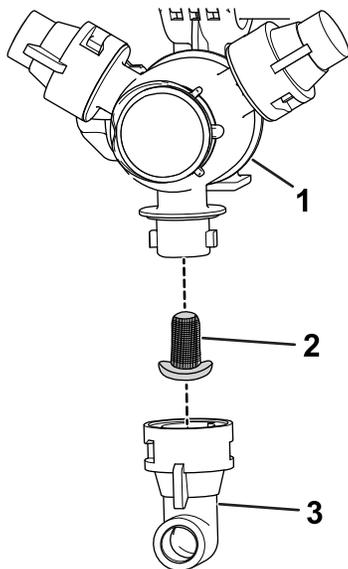

図 104
- タレットからノズルを外す 図 104。
- 古いノズルフィルタ 図 104を外す。
- 新しいノズルフィルタを取り付ける 図 104。
- タレットにノズルを取り付ける 図 104。